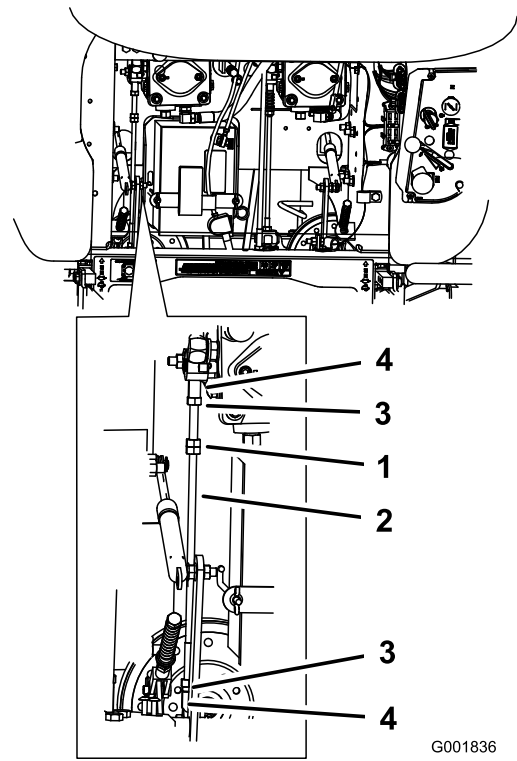

Figura 61
1. Afloje las contratuercas de la articulación esférica de la varilla de control de la bomba (Figura 61).
3. Ajuste la longitud de la varilla de la bomba girando las tuercas dobles de la varilla, en el sentido apropiado, hasta que la rueda quede estacionaria o se mueva muy lentamente en marcha atrás (Figura 61).
6. Apriete las contratuercas de las articulaciones esféricas (Figura 61).